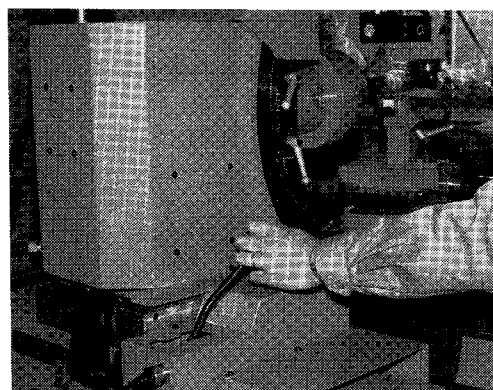

図1-6 急速前後進レバーにて砥石頭を前進端に動かす。
(1) 急速前後進レバーにて、砥石頭テーブルを前進端に持ってくる（図1-6）。